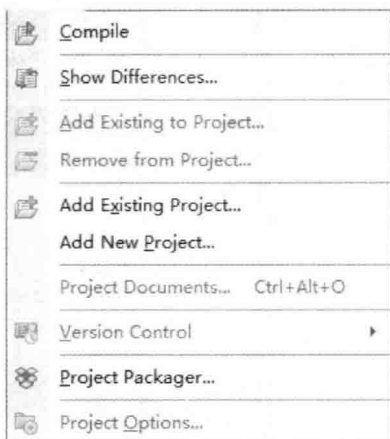

图 1-17 Project 菜单
- ④ Library Migrator: 连接到 Altium Vault。
- ⑤ Workspace: 启动工作区。
- ⑥ Home: 启动主页。
- ⑦ Status Bar: 控制状态栏上工作面板启动标签的显示和关闭。
- ⑧ Command Status: 控制状态栏上命令行的显示和关闭。
- 4) Project: 项目菜单, 包含项目编译、选项设置等操作的命令, 如图 1-17 所示。
- ① Compile: 编译。
② Show Differences: 显示差异。该命令能够实现文件之间、工程之间的差异比较, 执行该命令在弹出的对话框中可以选择要比较的文件。
③ Add Existing to Project: 向项目中添加文件。
④ Remove from Project: 从项目中移除。
⑤ Add Existing Project: 添加已有的项目。该命令可以打开已有的项目文件, 执行该命令, 在弹出的对话框中可以选择项目文件。
⑥ Add New Project: 添加新项目。
⑦ Project Documents: 执行该命令, 系统会弹出打开项目文档对话框。
⑧ Version Control: 版本控制。
⑨ Project Packager: 项目压缩。
⑩ Project Options: 设置项目参数。